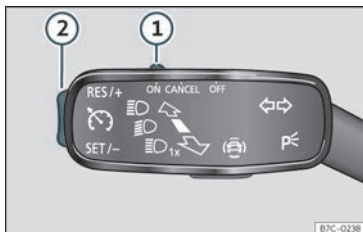

Fig. 207 A la palanca dels intermitents: comandaments per al maneig del GRA.
- Desplaceu el comandament >>> **fig. 207 ①** fins a **ON**.
- Premeu el botó >>> **fig. 207 ②** a la zona **SET/-**.
- Desplaceu el comandament >>> **fig. 207 ①** fins a **CANCEL** o prepitgeu el fre.
- Premeu el botó >>> **fig. 207 ②** a la zona **RES/+**.
Mentre el GRA regula, es pot ajustar la velocitat guardada amb la tecla >>> **fig. 207 ②**:
- Per augmentar en passos d'1 km/h (1 mph), premeu breument el botó >>> **fig. 207 ②** a la zona **RES/+**.
- Per augmentar la velocitat ininterrompudament, mantingueu premut el botó >>> **fig. 207 ②** a la zona **RES/+**.
- Per reduir en passos d'1 km/h (1 mph), premeu breument el botó >>> **fig. 207 ②** a la zona **SET/-**.
- Per reduir la velocitat ininterrompudament, mantingueu premut el botó >>> **fig. 207 ②** a la zona **SET/-**.
- Desplaceu el comandament >>> **fig. 207 ①** a **OFF**.